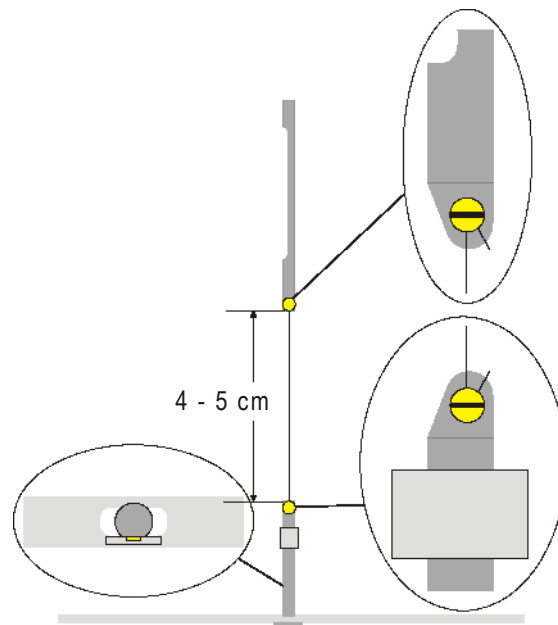

Fig. 3 Schematische Darstellung des Torsionspendels (Ausschnitt links: Tragebalken mit unterer Aufhängung von oben)
- Untere Aufhängung mittig auf den inneren Tragebalken schrauben. Dabei darauf achten, dass die Spiegeloberfläche parallel zum Tragebalken ist (siehe Fig. 3).
zwischen den beiden Aufhängungen verlaufen (siehe Fig. 3).